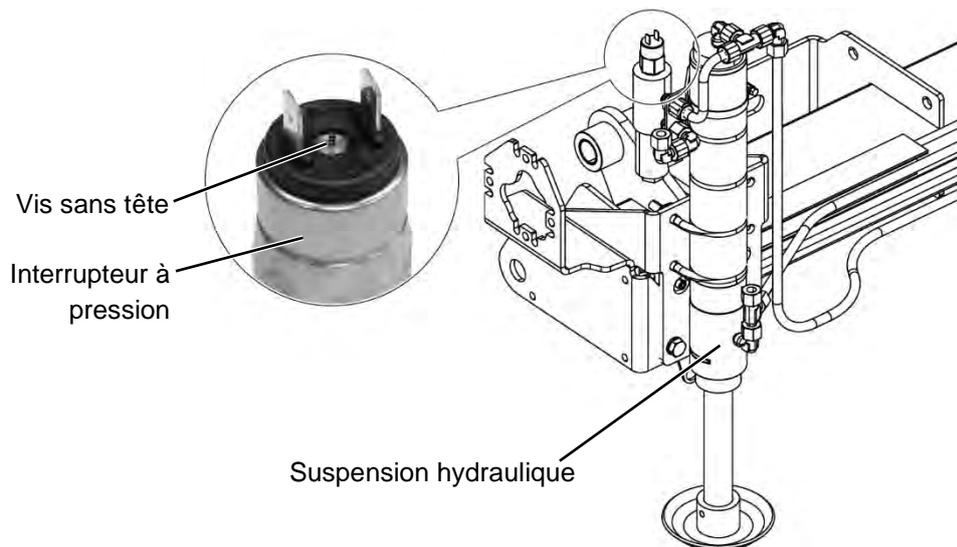

Figure 51 : Suspension hydraulique, interrupteur à pression
- Pour cela, tournez la vis sans tête sur l'interrupteur à pression (voir Figure 51).